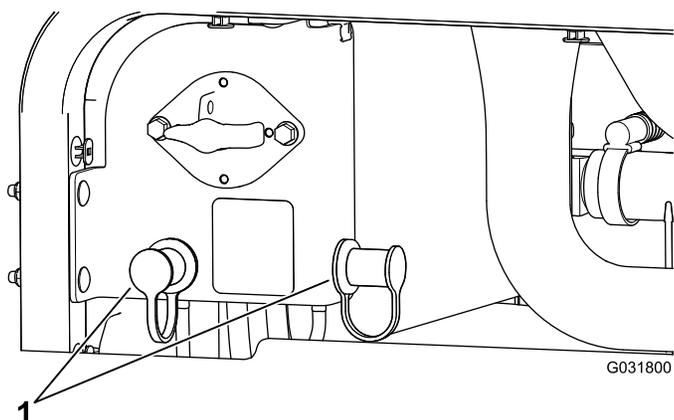

図 114
3. ジャンプ端子のカバーを外す **図 114**。
- 3. ジャンプ端子のカバーを外す 図 114。